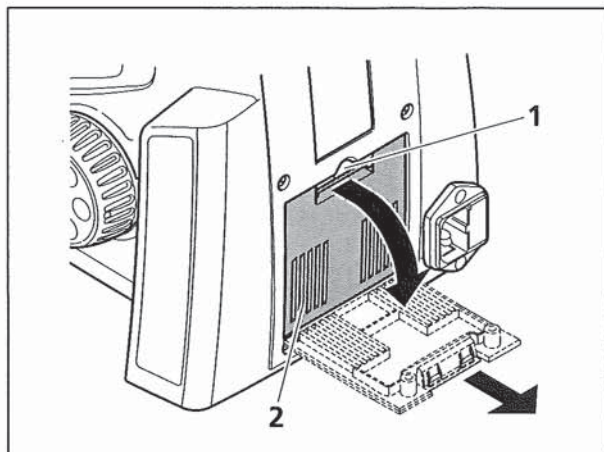
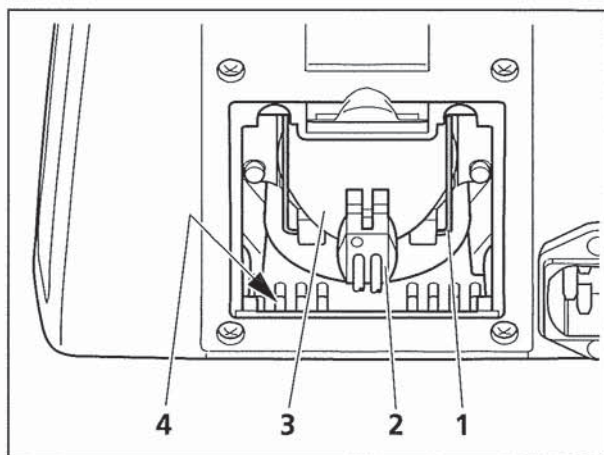
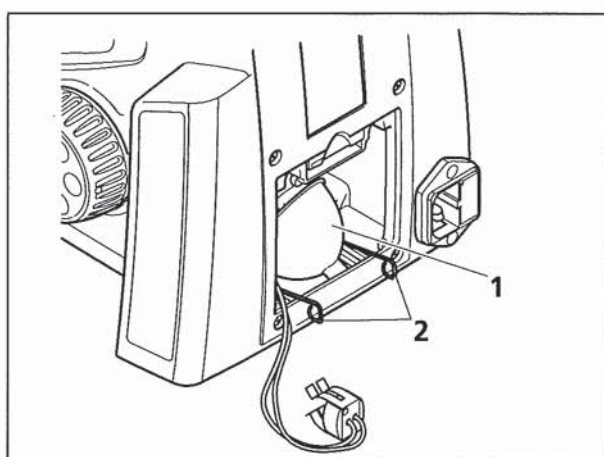

Bild 3-16 Abdeckung abnehmen
Bild 3-17 LED-Lampe herausnehmen
Bild 3-18 LED-Lampe einsetzen
- Klemmlasche (Bild 3-16/1) der Abdeckung (Bild 3-16/2) nach unten drücken. Abdeckung nach unten kippen, aus den Haltenuten (Bild 3-17/4) des Stativs herausnehmen und ablegen.
- Lampenstecker (Bild 3-17/2) vom Leuchtmittel (Bild 3-17/3) abziehen.
- An den Schlaufen (Bild 3-18/1) den Klemmbügel (Bild 3-17/1) der Lampenhalterung beidseitig zur Mitte hin zusammen drücken und nach unten kippen.
- Bei Lampenwechsel das Leuchtmittel (Bild 3-17/3) herausnehmen.
- Das neue Leuchtmittel (Bild 3-18/1) mit der unteren vorderen Kante zwischen der Anlagefläche und den Klemmbügel legen. Leuchte auf dem Klemmbügel ablegen.
- Klemmbügel (Bild 3-18/2) der Lampenhalterung mit dem aufliegenden Leuchtmittel anheben, bis das Leuchtmittel vollständig an der Lampenhalterung anliegt. Dabei die beiden Klemmbügelenden leicht zusammendrücken und an den beiden oberen Halteelemente vorbeiführen. Druck dann soweit wegnehmen, dass sich der Klemmbügel öffnet u. beidseitig hinter den Halteelementen einrastet.
- Abdeckung (Bild 3-16/2) unten in die Haltenuten (Bild 3-17/4) des Stativs einsetzen und nach oben kippen, bis die Klemmlasche (Bild 3-16/1) einrastet.